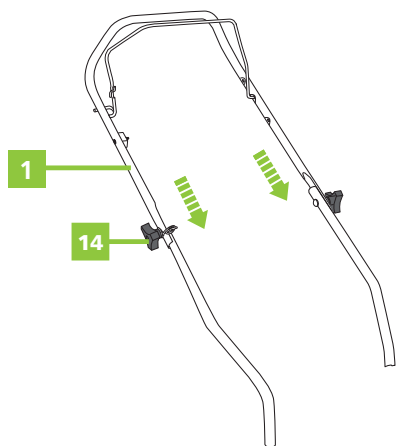
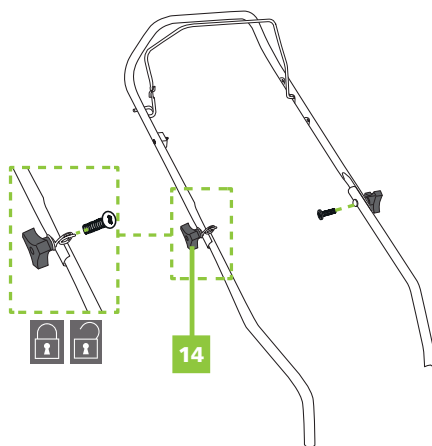

Figure 4
Figure 5
1. Placez la barre supérieure du guidon (1) (Fig. 4) et serrez les commandes (14) dans le sens des aiguilles d'une montre pour la fixer (Fig. 5).